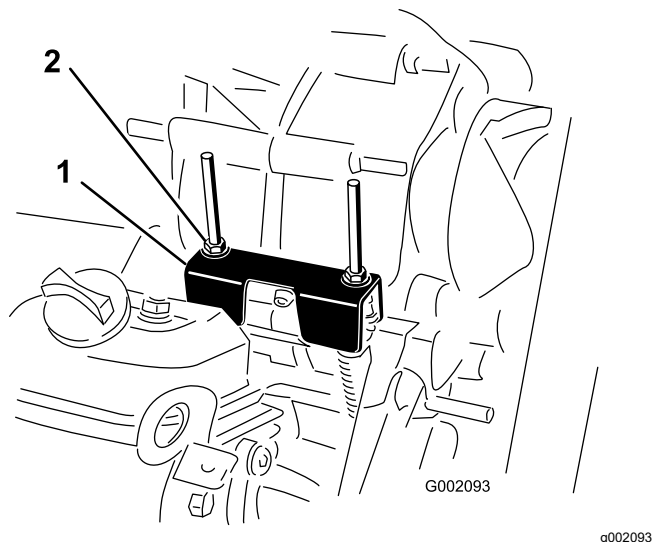

Figura 61
Sempre que for necessário efetuar operações de manutenção programada e/ou diagnósticos do motor, deverá colocar o conjunto eixo-transmissão na posição de PONTO MORTO (Figura 61). A alavanca de mudanças da máquina possui uma posição de PONTO MORTO que controla a posição neutra do conjunto eixo-transmissão. Realize os passos seguintes para se certificar de que a alavanca de mudanças controla a posição neutra do conjunto de forma correta:
- Certifique-se de que o suporte neutro está na posição de PONTO MORTO (ao nível do suporte do cabo ao capot situado por baixo do suporte das mudanças), rodando a embraiagem (Figura 61).
3. Rode uma das porcas de bloqueio (Figura 61) para conseguir 0,76 a 1,52 mm de folga entre a parte inferior da porca/anilha e o suporte neutro.